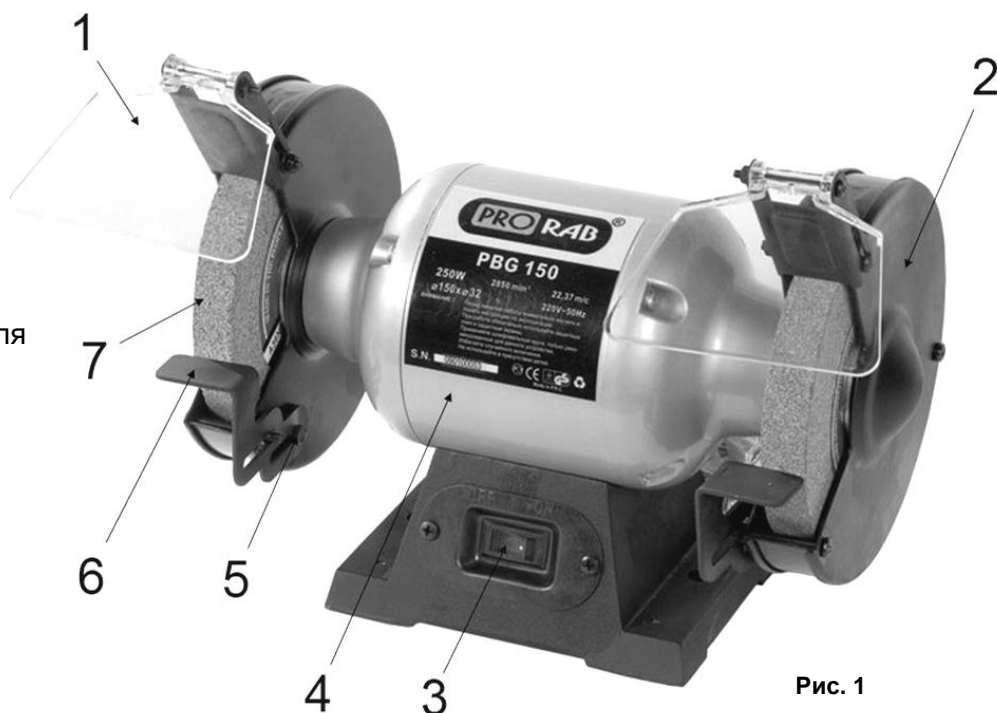

Рис. 1
- Установите защитные экраны (1) и упоры (6)(См. Рис.1), используя винты, идущие в комплекте.
- Упор (6)(См. Рис.1) может регулироваться в соответствии с необходимым углом шлифования.
- **Чтобы включить станок**, переведите клавишу выключателя (3)(См. Рис.1) в позицию «1» (ВКЛ / ON).
- Подводить к шлифовальному кругу затачиваемый инструмент (деталь) плавно и осторожно, избегая ударов о круг (7)(См. Рис.1).